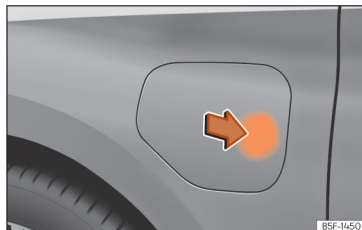

Fig. 57 Apertura de la tapa de la toma de carga.
- Con el vehículo desbloqueado, al presionar sobre la zona indicada de la tapa de carga de la batería esta se abre >>> **fig. 57**.